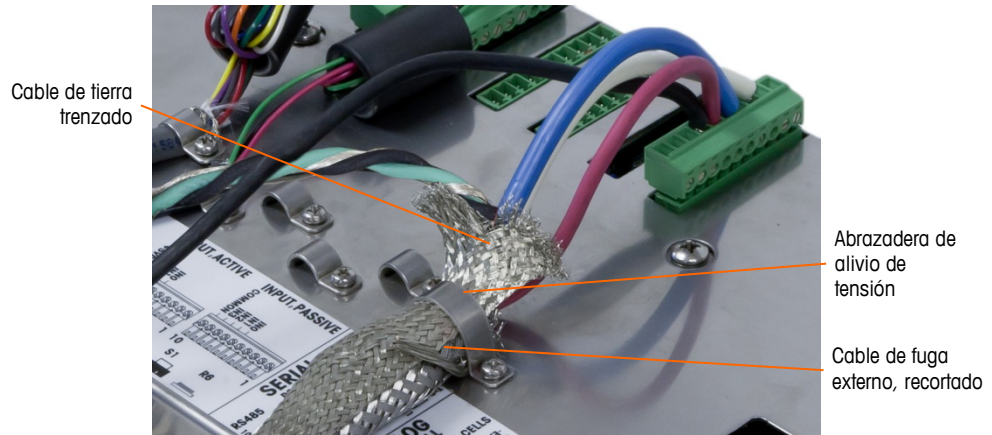

Figura A-51: Terminación de la trenza externa del cable de conexión, panel
- b. Deslice hacia adelante la trenza externa para cubrir la trenza interna y el forro metálico. Extraiga el cable de fuga de energía externo hacia atrás sobre la trenza externa y recórtelo aproximadamente a 25 mm (1 pulgada). Coloque el cable de tierra trenzado plano alrededor del cable de conexión y el cable de fuga de energía antes de asegurar finalmente todo en la cubierta posterior del IND780 con la abrazadera grande para cable de alivio de tensión incluida con la unidad (Figura A-51). El otro extremo del cable trenzado plano se termina en la barra de conexión a tierra.